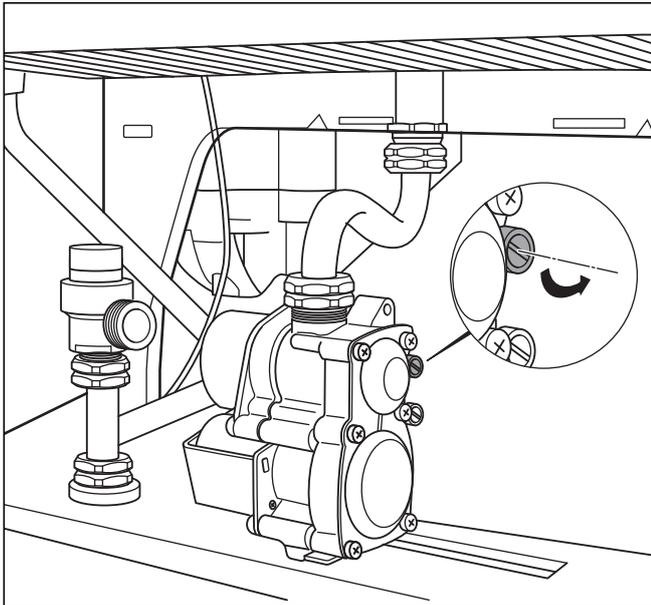

Fig. 6.5 Manchon de mesure pression brûleur
- Dévissez la vis d'étanchéité du manchon de mesure de la pression brûleur ; voir Fig. 6.5, Manchon de mesure pression brûleur).